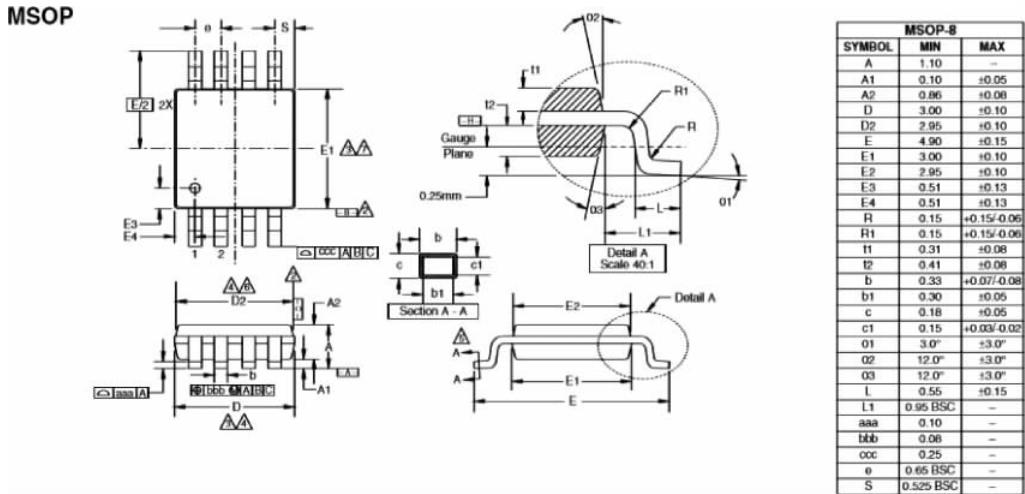

图 3-35 LMV358 封装尺寸
(4) 下载相应的数据手册。此处以 LMV358 芯片为例，详细介绍手工创建封装。LMV358 芯片的规格书如图 3-35 所示。
(6) 从图 3-35 可以了解到纵向焊盘的中心到中心间距为 0.65mm，横向间距为 4.225mm，按照规格书所示的管脚序号和间距一一摆放焊盘。放置焊盘通常可以通过以下两种方法实现焊盘的精准定位：